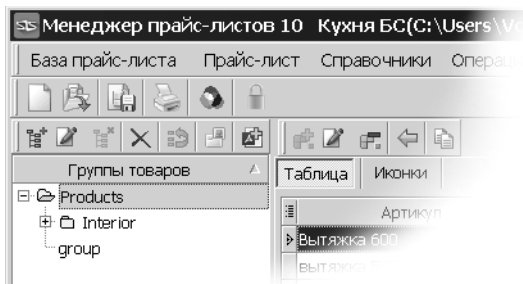

Рис. 2.
- ▼ Вызвать команду **Формирование для салона** (рис. 2).